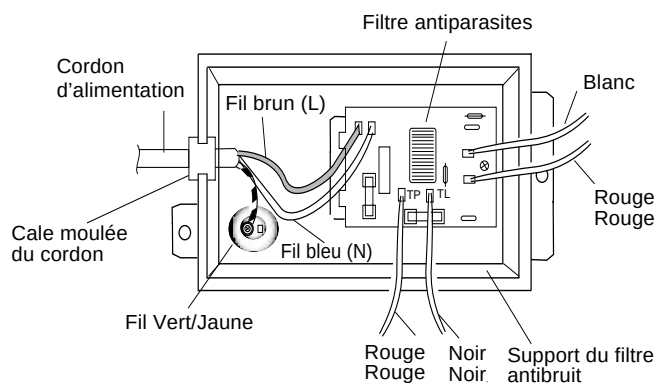
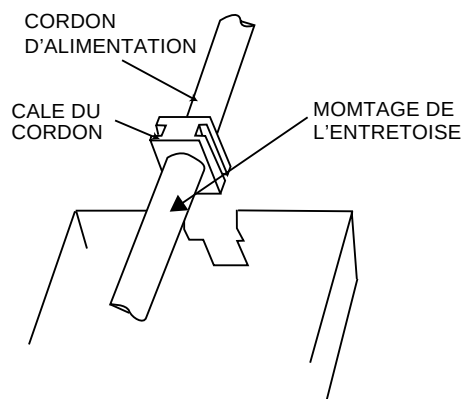

Figure C-1 (a). Remplacement du cordon d'alimentation
Figure C-1 (b). Installation du cordon d'alimentation électrique
1. Introduire l'arrêtoir du cordon d'alimentation dans la découpe du support du N.F.U., comme indiqué sur la Figure C-1(b). Installation du cordon d'alimentation électrique.
2. Installer le fil de mise à la masse de l'alimentation sur le support du N.F.U avec une (1) vis puis serrer cette dernière.
4. Replacer le support du N.F.U. à la plaque de base avec les deux (2) vis.
5. Brancher correctement le faisceau de câbles au filtre antibruit, en suivant le schéma correspondant (figure C-1(a)).